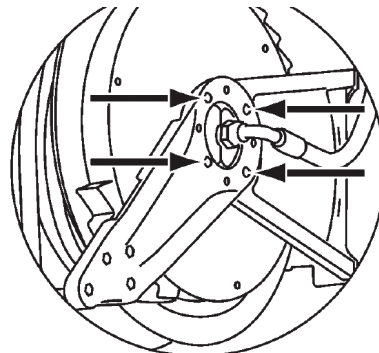

Fig. 5
3. Unscrew the fixing screws (Fig. 5).
3. Desserrez les vis sur la partie supérieure du bras (Fig. 5).
3. Afloje los tornillos del brazo superior (Fig. 5).